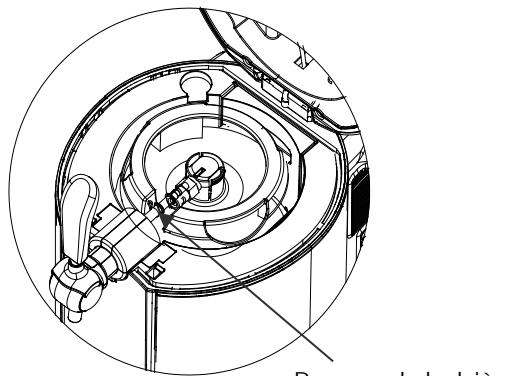
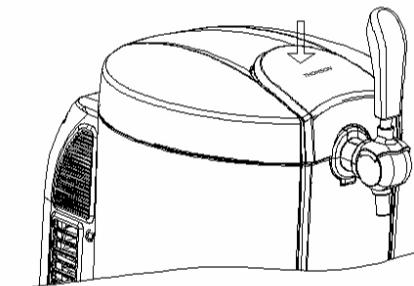

Figure 10
Figure 11
1. Ouvrez le couvercle supérieur en appuyant sur le verrou (figure 11). Placez le fût correctement assemblé dans la cavité de refroidissement (figure 10).